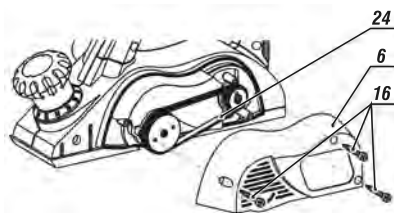

fig. 14 – sustitución de la correa
2. Suelte los tornillos (16) de la cubierta protectora (6), fig. 14;
3. Retire la correa desgastada (24);
5. Coloque una correa nueva (compatible con el modelo retirado). Para colocar la correa primero colóquela en la polea de diámetro menor y en seguida tirela para la polea de diámetro mayor rotando el tambor (20);
6. Coloque la cubierta protectora (6) y fíjela con los tornillos (16).